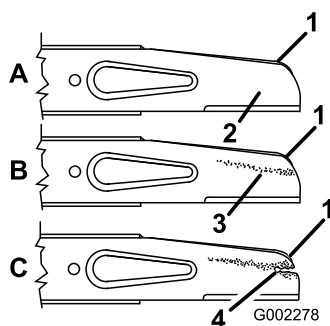

Figure 28
2. Enlevez les écrous, l'accélérateur et la lame (Figure 28).